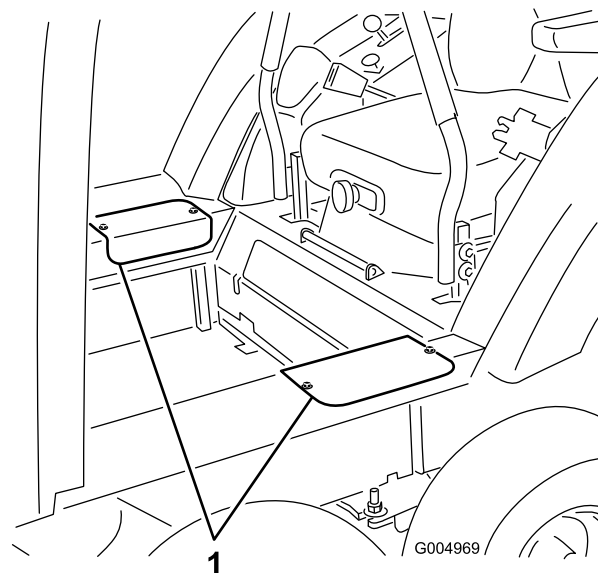

Figure 76
6. Enlevez les deux vis qui fixent chaque couvercle d'accès latéral et déposez les couvercles (Figure 76).